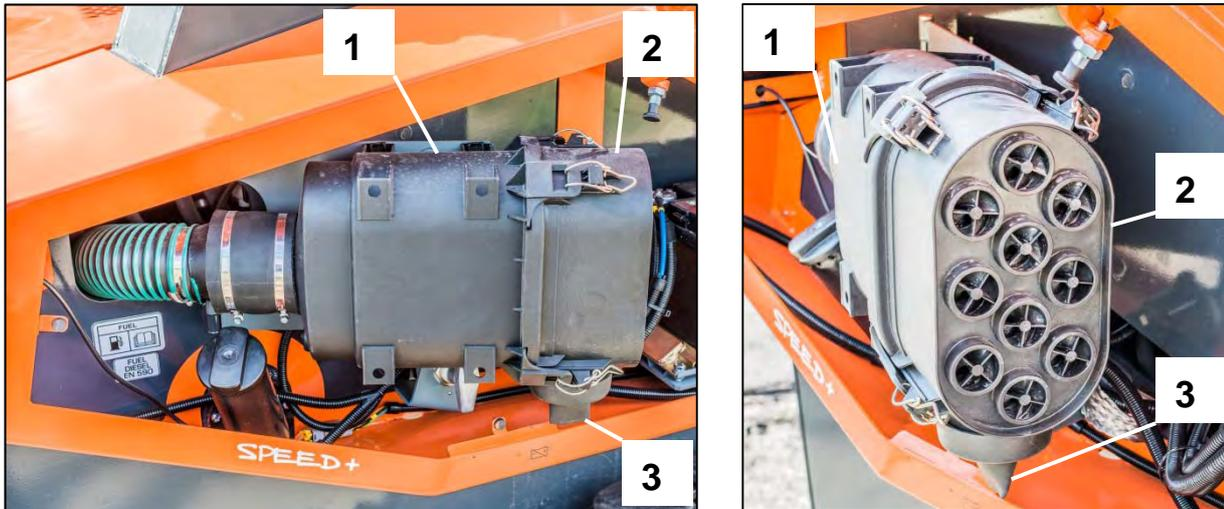

Рис. 34 - Сложенный воздушный фильтр
1. Откиньте воздушный фильтр (рис. 34). Убедитесь, что внешний корпус воздухоочистителя, подлежащего обслуживанию, чист и не загрязнен.
2. Снимите торцевую крышку 2 (рис. 34) с корпуса 1 воздухоочистителя (рис. 34). При необходимости очистите торцевую крышку и убедитесь, что клапан 3 (рис. 34) чист и не загрязнен. Проверьте клапан 3 (рис. 34) на износ или повреждение, при необходимости замените.
5. Установите торцевую крышку 2 (рис. 34) на корпус воздухоочистителя 1 (рис. 34) и закрепите торцевую крышку.